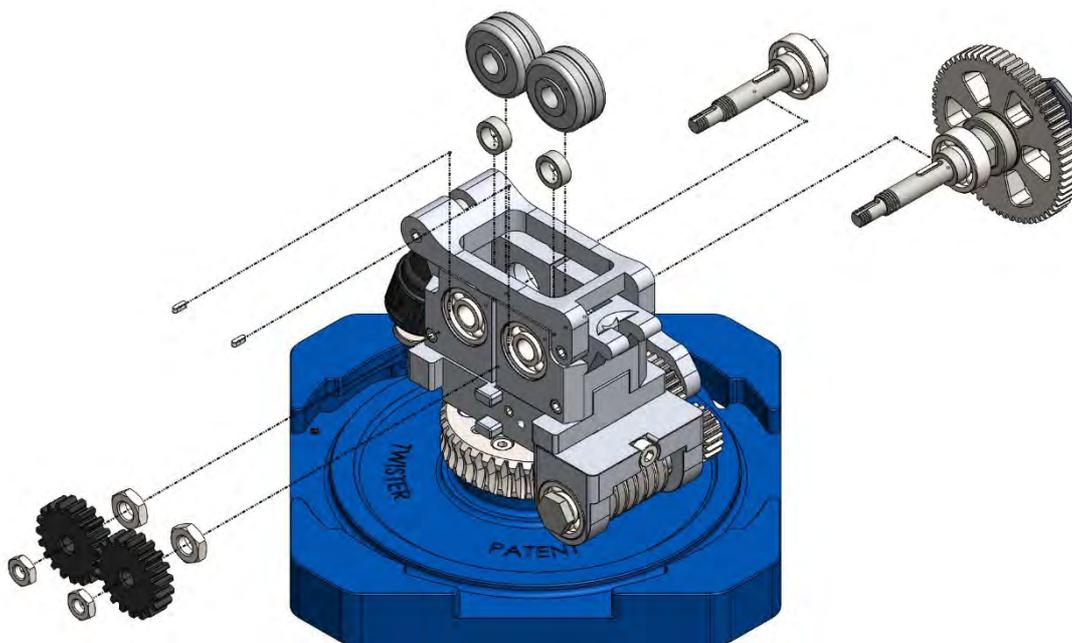

Figure 53
6. Une fois que vous avez effectué les étapes décrites ci-dessus, vous vous retrouverez dans la situation illustrée dans la figure ci-dessous. La figure montre l'ensemble des éléments démontés avec les lignes d'assemblage associées. Figure 53 ;